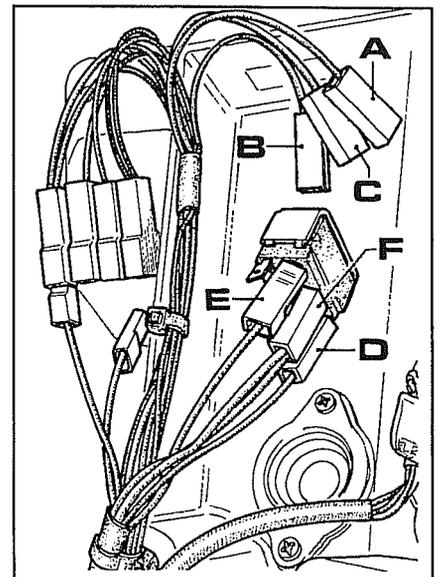

Fig. 44
8. Conectar los cables del cableo máquina **D-E-F** con el interruptor elevación/descenso respetando la siguiente unión (ver fig.44):